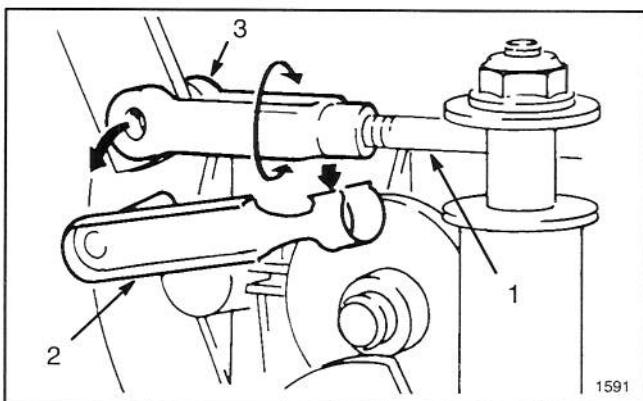

Abbildung 18
14. Das Deckeingriffsstangenende an der linken Seite des Getriebes ausfindig machen (Abb. 18). Die Lastösenbolzenhalterung entfernen und die Öse zur Verlängerung oder Verkürzung der Stange drehen, bis der gewünschte Spielraum zwischen Riemen und Scheibe erreicht ist.